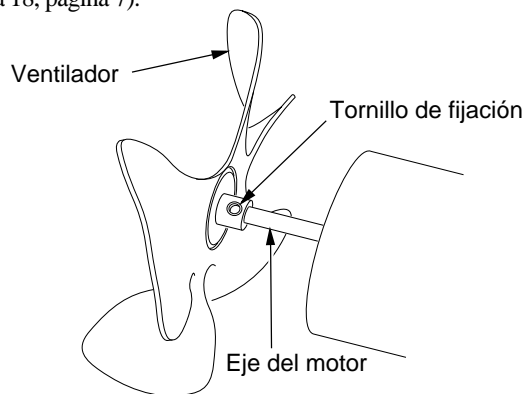

Figura 8: Ubicación del ventilador, del eje del motor y del tornillo de fijación
4. Vuelva a colocar el ventilador en el eje del motor. Asegúrese de que el tornillo de fijación esté tocando la parte posterior de la superficie plana en el eje del motor (consulte la figura 8).